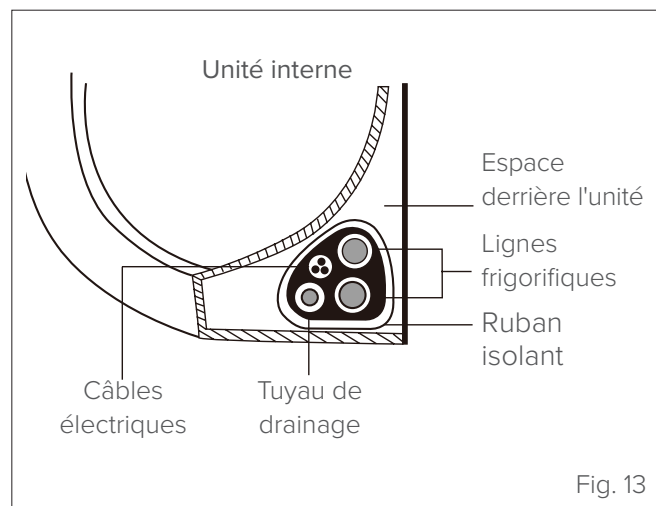

Fig. 13
- 1 Assembler le tuyau de drainage, les tuyaux de réfrigérant et les câbles comme indiqué sur la «Fig. 13» .
- 3 À l'aide d'un ruban isolant, il faut enrouler ensemble les fils électriques, les tuyaux du réfrigérant et le tuyau de drainage. Contrôler que tous les composants sont joints comme illustré sur la «Fig. 13»